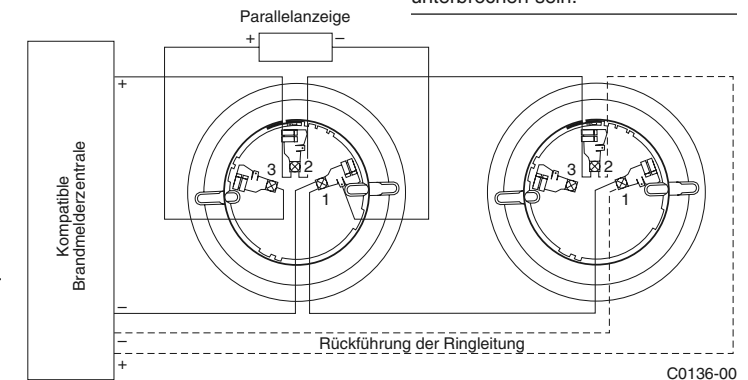

ABBILDUNG 1. VERDRAHTUNGSDIAGRAMM:
1. Schließen Sie den Melder und den Sockel (wird getrennt geliefert), wie in der Abbildung 1 dargestellt, an.